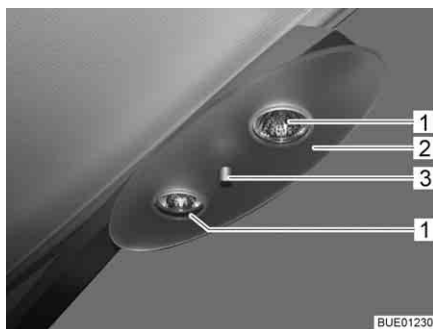

Bild 188 Halogentaklampa
- Skruva av fästmuttern (Bild 188,3) och ta av täckplattan (Bild 188,2).
- Tag ut halogenglödlampan (Bild 188,1).